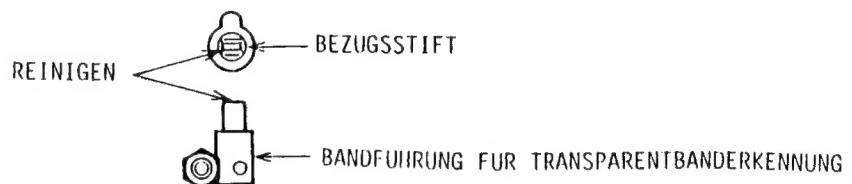

Abb. 7-2
- HINWEIS: Vor diesem Abgleich den Bezugsstift und die Bandführung für Transparentbänderkennung reinigen (siehe Abb. 7-2)